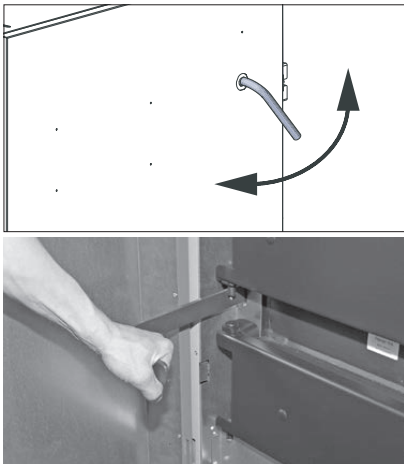

Fig. 17 Activer le levier de nettoyage des surfaces d'échange 5 à 10 fois
- ▶ **Actionner le levier de nettoyage des surfaces d'échange** env. 5 à 10 fois lors de chaque remplissage – Fig.17.